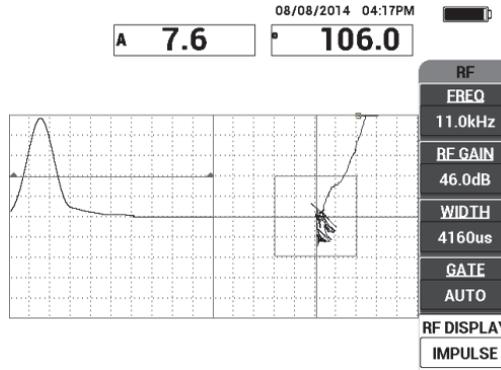

Abbildung 6-6 IMPULS in der HF-ANZEIGE
- Stellen Sie ggf. die **HF-ANZEIGE** (Funktionstaste E) auf **IMPULS** ein (siehe Abbildung 6-6 auf Seite 139). Es wird jedoch empfohlen den Modus **HF-ANZEI-**